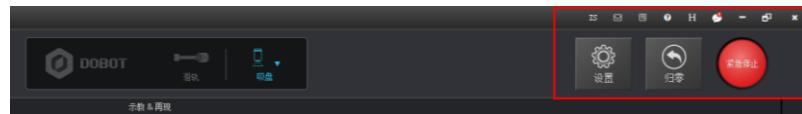

图 5.4 对机械臂进行设置、归零、紧急停止和查看版本等操作
- 在DobotStudio页面可以对机械臂进行设置、归零、紧急停止和查看版本等操作。如图 5.4 所示。